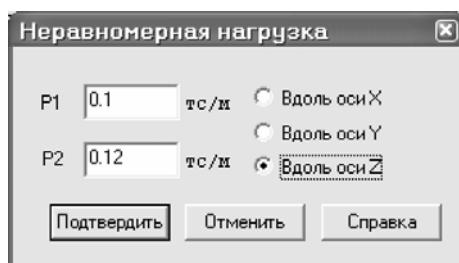

Рис.8.20. Диалоговое окно
- В диалоговом окне **Задание нагрузок** щелчком по кнопке трапециевидной нагрузки на группу узлов вызовите диалоговое окно **Неравномерная нагрузка** (рис.8.20).
- В диалоговом окне **Задание нагрузок** щелчком по кнопке трапециевидной нагрузки на группу узлов вызовите диалоговое окно **Неравномерная нагрузка** (аналогично рис.8.20).
- вызовите диалоговое окно **Неравномерная нагрузка** (аналогично рис.8.20).